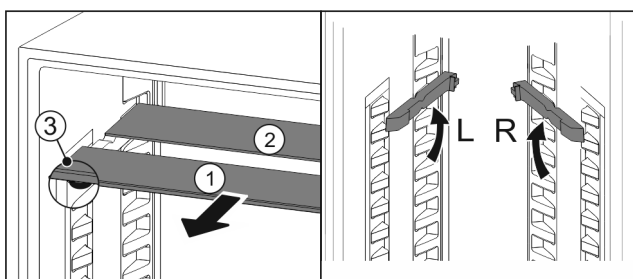

Fig. 127
- ▶ Посуньте Fig. 127 (1) скляну панель вперед.
- ▷ Скляна панель Fig. 127 (1) з декоративною планкою лежить спереду.
- ▷ Стопори Fig. 127 (3) показують вниз.